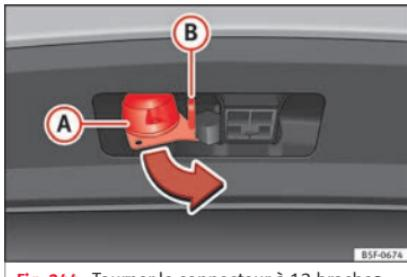

Fig. 244 Tourner le connecteur à 13 broches
- Saisissez le connecteur à 13 broches par la zone **A** et retirez-le dans le sens de la flèche » fig. 244.
- Saisissez le connecteur à 13 broches par la zone **A** et introduisez-le dans le sens inverse de celui de la flèche » fig. 244.
L'œillet de sécurité **8** » fig. 244 sert à attacher le câble de retenue de la remorque.